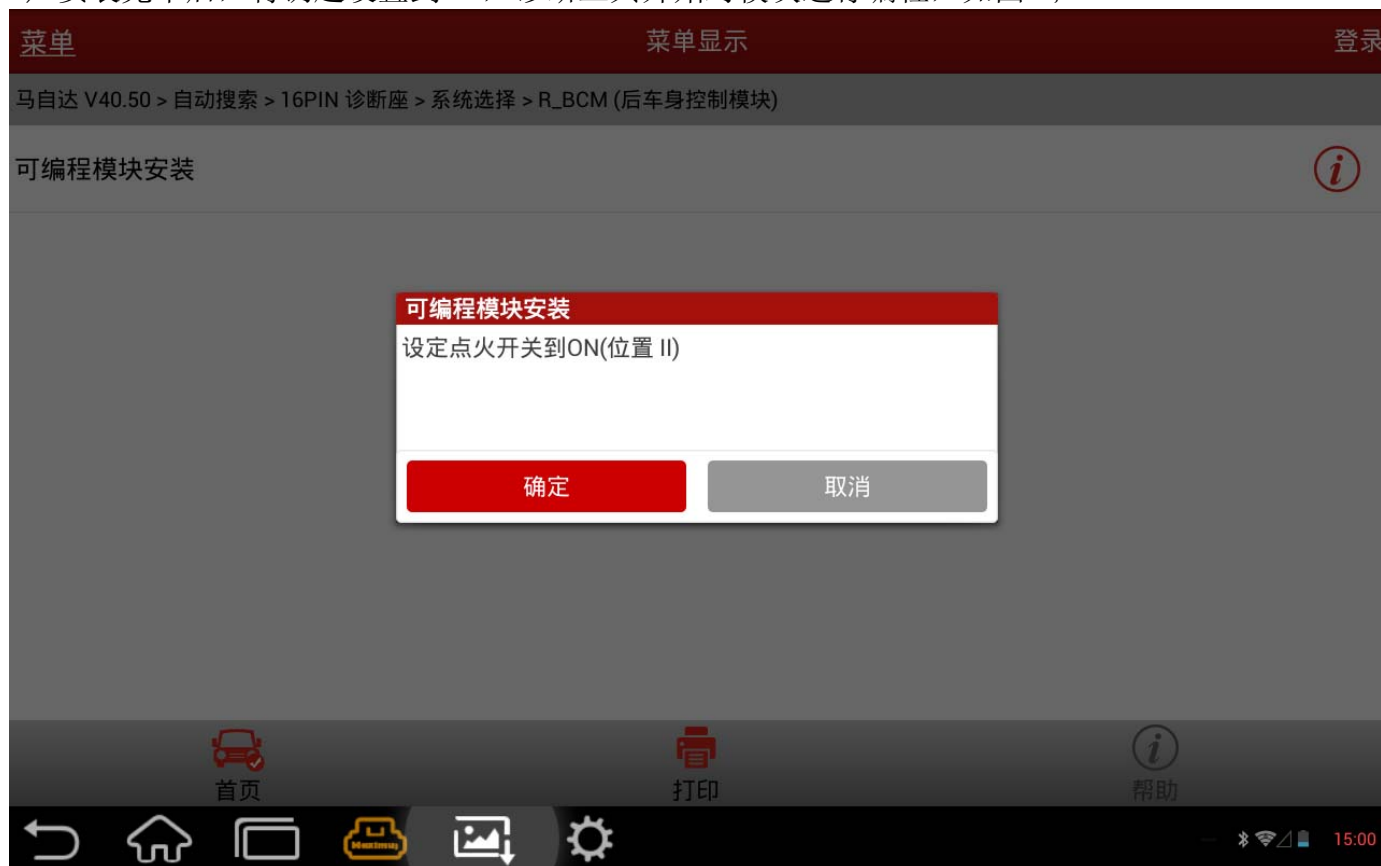

图 6
6). 安装完毕后, 将钥匙设置到 ON, 诊断工具开始对模块进行编程, 如图 6;